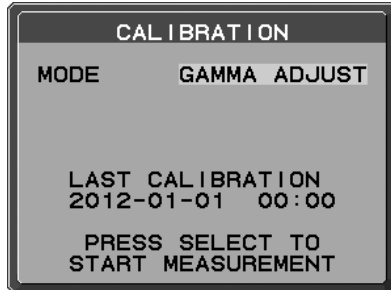

図 12
2. キャリブレーションモードで GAMMA ADJUST を選択します。(図 12)